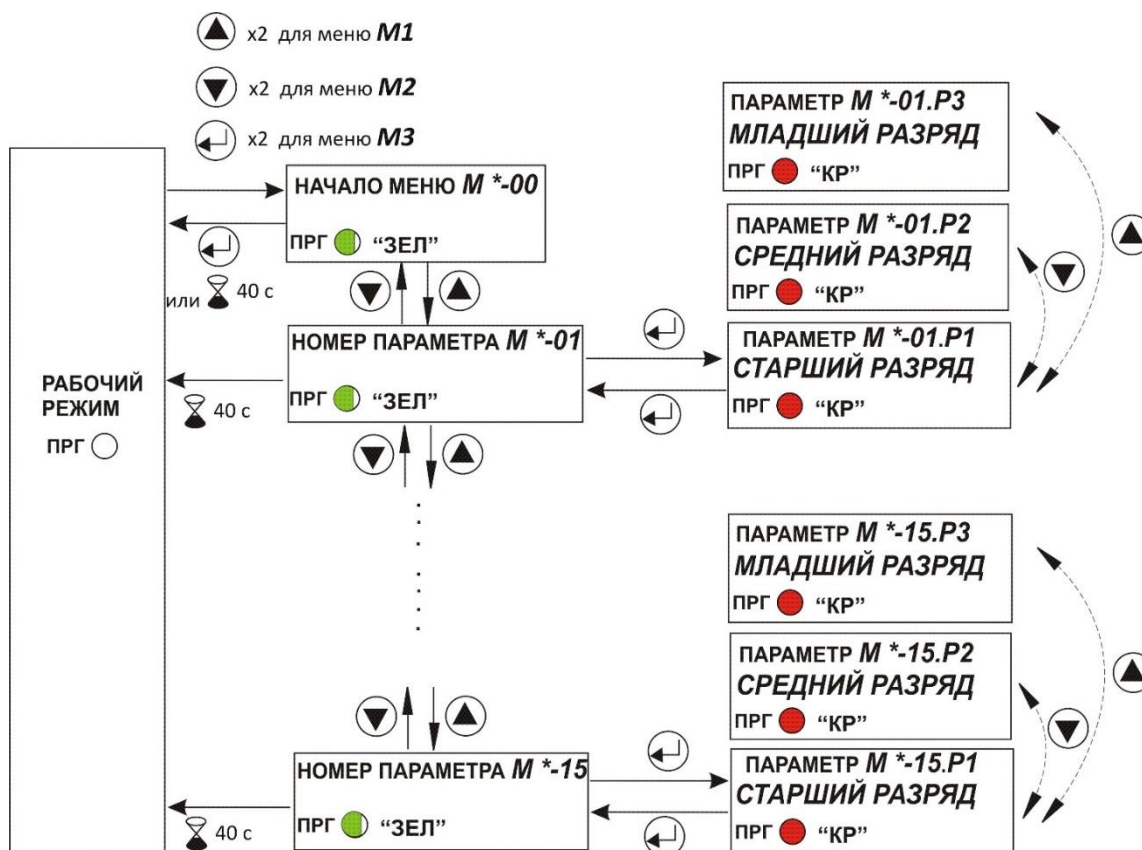

Рисунок 10 –Схема работы режима индикации параметров
1.11.3 Обобщенная схема режима индикации параметров приведена на рис.10. Обозначение на схеме **M\*** соответствует **M1**, **M2** или **M3**, в зависимости от выбранного меню.